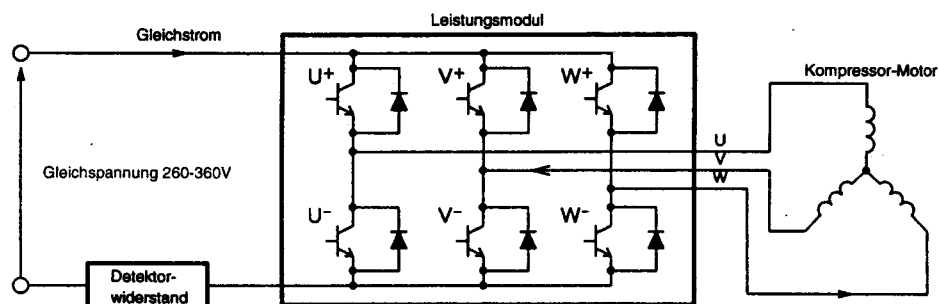

Abb. 8-9
- (1) Die Transistoren U⁺ und V⁻ des Leistungsmoduls werden eingeschaltet, so daß der Strom gemäß Abb. 8-9 zu den Motorwicklungen fließt.